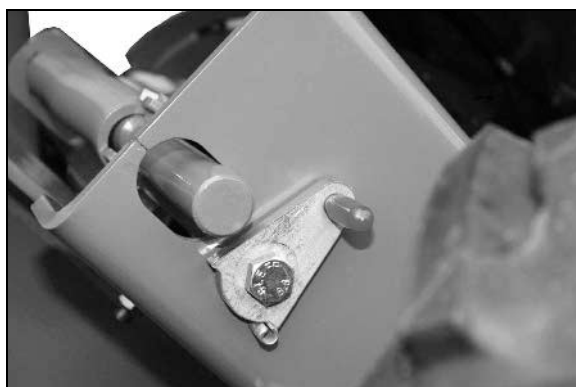

Fig. 20
3. Sicherungshebel entsprechend Fig. 20 verschwenken.